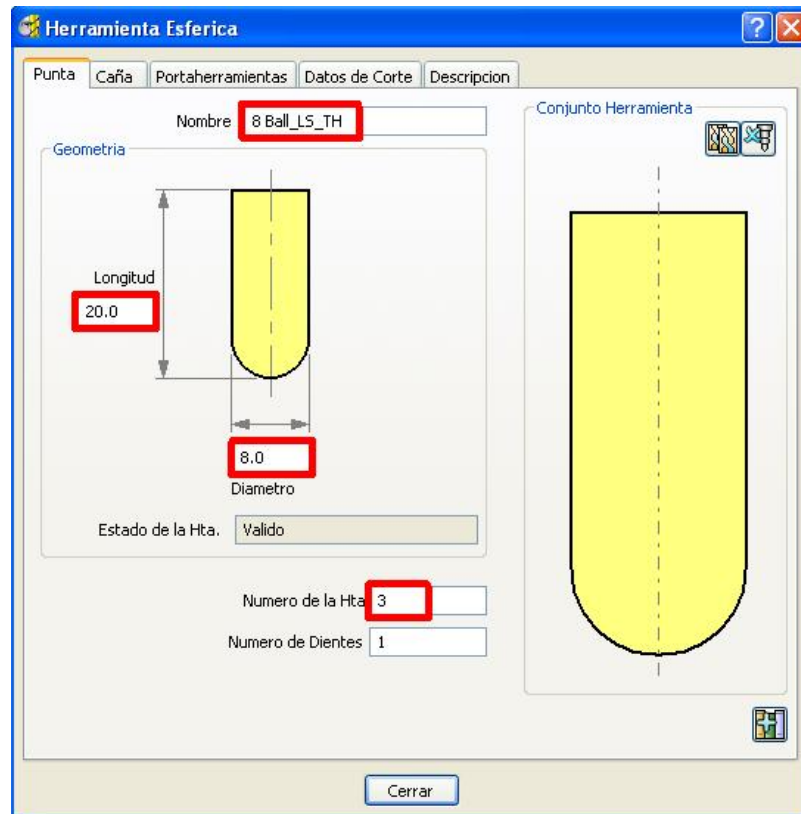

Figura 2.171 Cuadro de diálogo Herramienta Esférica, Punta.
- En el cuadro de diálogo Herramienta Esférica introducir (Figura 2.171):